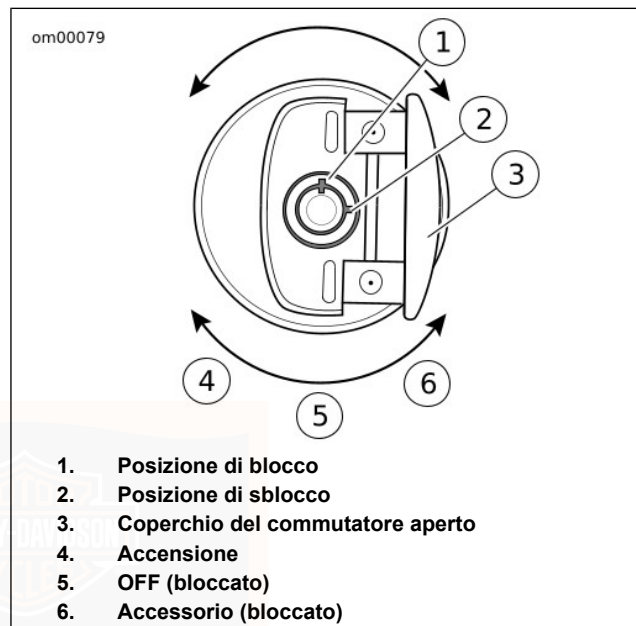

Figura 4. Commutatore a chiave di accensione/del faro anteriore: Modelli Softtail (eccetto FXCWC)
Vedere Figura 4. Il commutatore di accensione si trova sul pannello della strumentazione sopra il serbatoio. Ruotare il commutatore nella posizione desiderata. Vedere Tabella 20 per le funzioni del commutatore di accensione.
2. Vedere Figura 4. Girare il commutatore a chiave di accensione/del faro anteriore su **IGNITION** (accensione) e premere l'interruttore di avviamento per azionare il motorino di avviamento.
2. Vedere Figura 4. Girare la chiave del commutatore di accensione nella posizione OFF (spento) per disattivare completamente l'accensione.